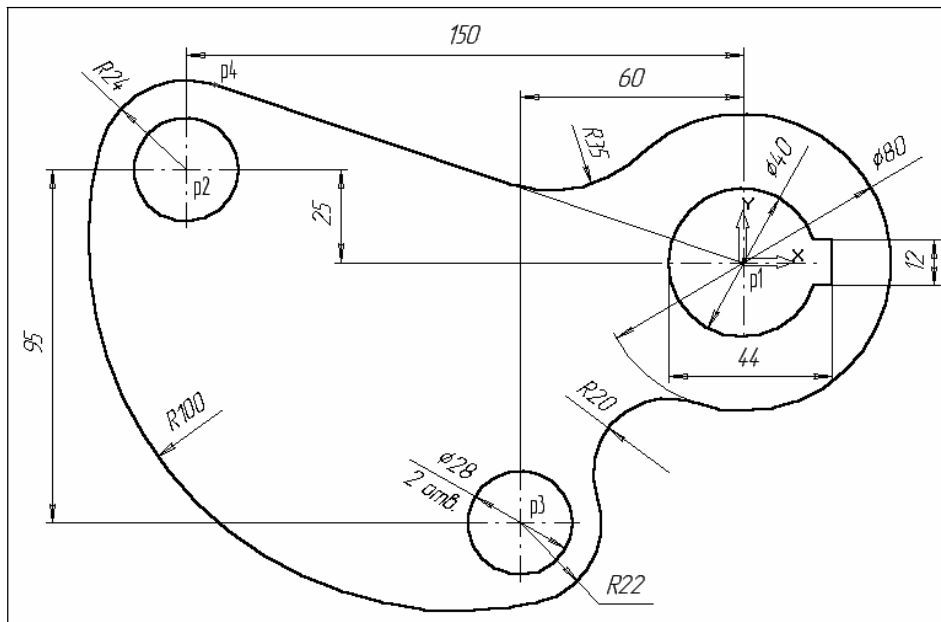

Рис. 3.12.
Завдання. Виконайте креслення деталі «Шаблон», зображений на рис. 3.12.
30. Використовуючи креслення деталі на рис. 3.12 в якості зразка, проставте всі необхідні розміри. При виставленні деяких радіусів буде необхідно вкоротити розмірну лінію. Для цього скористайтеся кнопкою усікти криву двома точками. Ця кнопка розташована на сторінці *Редагування*.